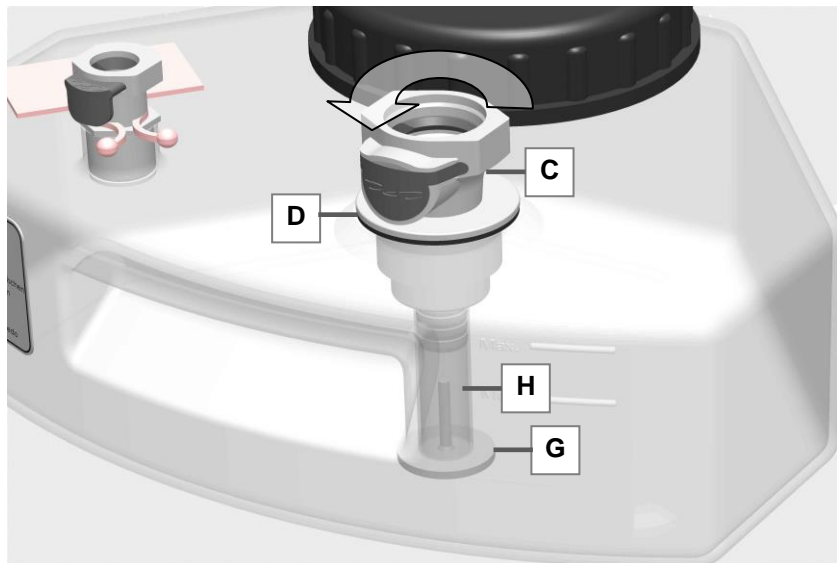

Fig. 9.2.2.1 Acoplamiento rápido y filtro de aspiración
1. Desenrosque el acoplamiento rápido (*Fig. 9.2.2.1.C*) en el sentido contrario a las agujas del depósito de medios. El filtro de aspiración (*Fig. 9.2.2.1.G*) está ahora suelto en el depósito de medios.
4. **Cambiar la junta (D) es necesario.**
5. Vuelva a colocar el filtro sobre el suelo del depósito de medios y vuelva a enroscar el acoplamiento rápido. Preste atención a que el mango del filtro de aspiración se encuentre dentro del tubo de aspiración (*Fig. 9.2.2.1.C*) y que pueda desplazarse libremente.